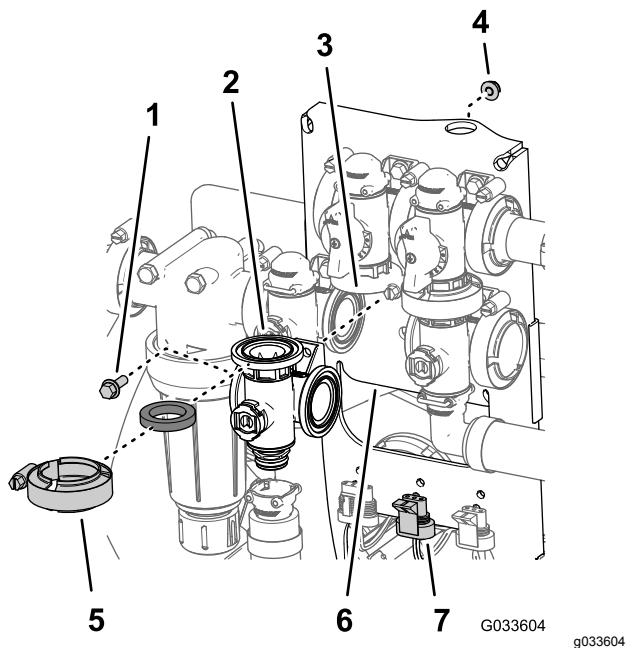

Figura 124
1. Allineate la flangia del collettore della valvola dell'agitatore, una guarnizione e la flangia della valvola di bypass dell'agitatore (Figura 124).
9. Montate la valvola dell'agitatore sul supporto della valvola con il bullone a testa flangiata e il dado bloccaggio flangiato (**Figura 124**) rimossi al passaggio 3 di **Rimozione della valvola del collettore dell'agitatore (pagina 83)** e serrate il dado e il bullone a 10–12 N·m.